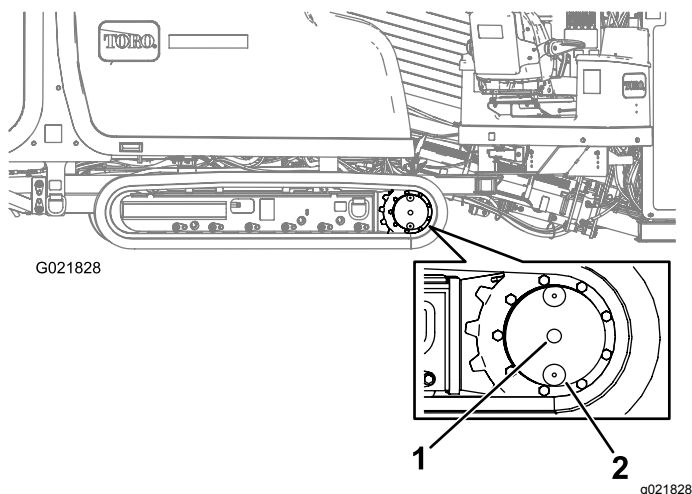

Figure 99
2. Nettoyez la surface autour du bouchon de contrôle du niveau d'huile avec un solvant de nettoyage (Figure 99).
3. Faites tourner le train planétaire jusqu'à ce que les bouchons de contrôle de niveau et de vidange d'huile soient à la verticale par rapport au sol (à la position 6 heures), comme montré à la Figure 99.
4. Enlevez le bouchon de contrôle du niveau d'huile (Figure 99).
2. Nettoyez la surface autour du bouchon de contrôle de niveau d'huile (Figure 99).
3. Faites tourner le train planétaire jusqu'à ce que le bouchon de vidange d'huile se trouve juste sous le bouchon de contrôle de niveau d'huile (Figure 99).